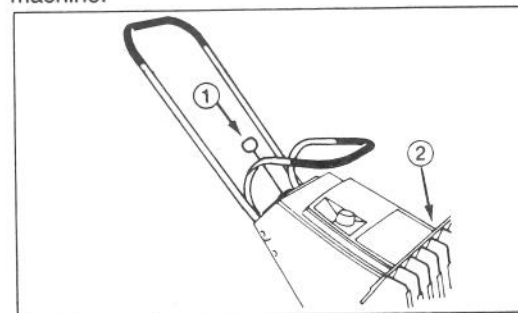

Fig. 5
1. Réglage des ailettes (Fig. 5) — Gardez les ailettes à la verticale pour obtenir la meilleure projection de la neige. Cependant, vous pouvez projeter la neige vers la droite ou la gauche en tournant simplement la commande des ailettes. Placez les ailettes à verticale quand vous entreposez la machine.